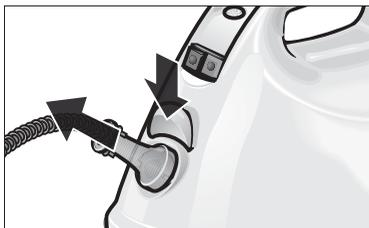

Рис. 2: Извлечение штепсельной вилки (C6)
- Нажмите на деблокирующую кнопку розетки устройства (A1). После этого вытяните штепсельную вилку (C6) (см. рис. 2).